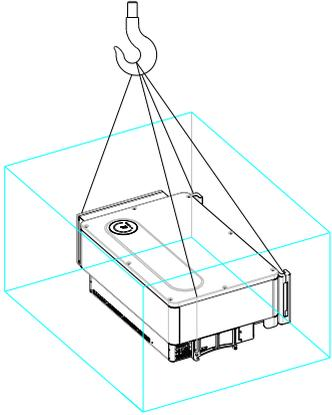

图 5.7
- 1> 如下图5.7所示，用麻绳扣住吊环和把手位置，将逆变器从包装内抬出，搬到指定安装位置。